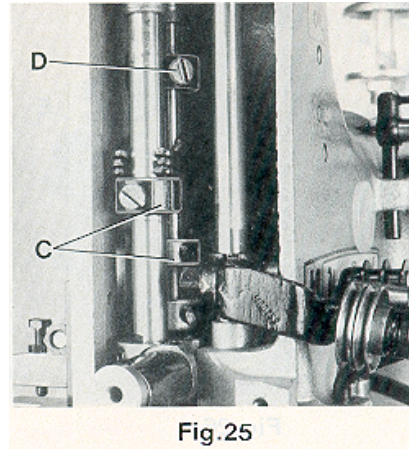

Fig. 25
By relocating the collars (C, Fig. 25) which serve as a leaf spring rest on the left and right presser bar, the pressure can be changed. Raising the collars increases the pressure, lowering the collars decreases it.
The presser foot lift is limited with the upper stop collar (D, Fig. 25) on the right presser bar. When the needles are in their lowest position and the presser foot is lifted with the presser foot lifter lever, the needle holder should not contact the presser foot. Besides this, the lifted presser foot should not contact the right upper spreader moving upwards. Set the stop collar (D) accordingly.
Durch Verstellen der als Blattfederauflage dienenden Stellringe (C, Fig. 25) auf der linken und rechten Drückerfußstange kann der Druck verändert werden. Verstellen der Stellringe nach oben verstärkt, Verstellen nach unten verringert den Druck. Der Hub des Drückerfußes wird mit dem Anschlag-Stellring (D, Fig. 25) oben auf der rechten Drückerfußstange begrenzt. Wenn die Nadeln in der untersten Stellung sind und der Drückerfuß mit dem Drückerfuß-Lifterhebel angehoben wird, darf der Nadelhalter den Drückerfuß nicht berühren. Zudem darf der geöffnete Drückerfuß den nach oben gehenden rechten oberen Blindgreifer nicht berühren. Stellen Sie den Anschlag-Stellring (D) entsprechend ein.